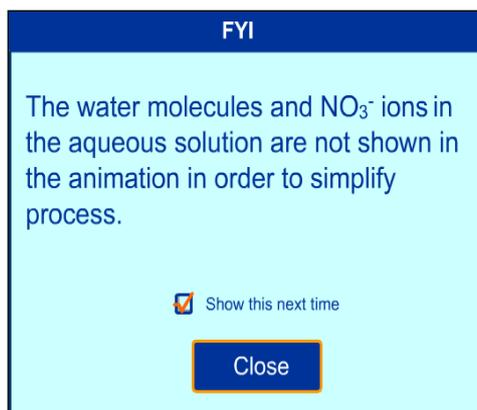

Figura 3: FYI (Para sua informação)
**Tradução (Figura 3):** As moléculas de água e os íons  $\text{NO}_3^-$  na solução aquosa não são apresentados na animação, a fim de simplificar o processo.